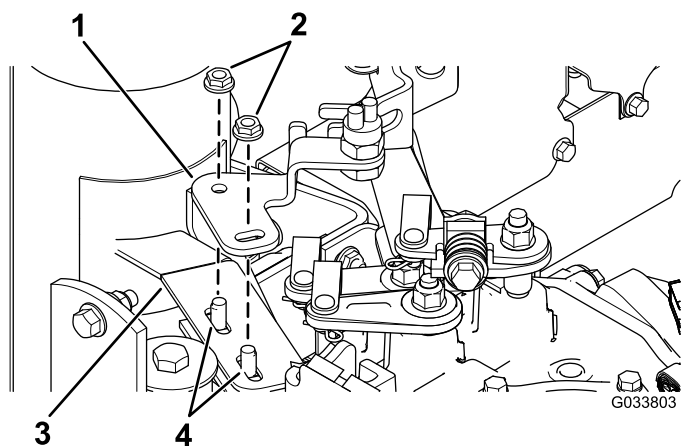

Figure 4
3. Fixez le support du commutateur sphérique au cadre du silencieux à l'aide des 2 boulons de carrosserie (5/16" x 1") et des 2 contre-écrous (5/16"), comme montré à la Figure 4.